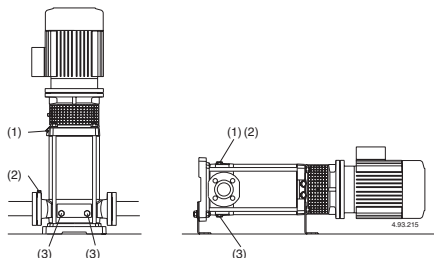

Fig. 4 (1) Llenado y purga
Con la **bomba por encima del nivel de agua** a elevar, (funcionamiento en aspiración, (**Fig. 3A**), o con una carga insuficiente, (inferior a 1 m) para abrir la válvula de retención, llenar el tubo de aspiración y la bomba a través del orificio (1) (**fig. 4**).
(2) Purga aspiración
(3) vaciado
Con el nivel de agua en aspiración por encima de la bomba, (funcionamiento bajo carga, fig. 3B), llenar la bomba abriendo lentamente y completamente la compuerta del tubo de llegada teniendo la compuerta de la impulsión abierta y también los agujeros de purga (1), (2) (fig. 4) para hacer salir el aire.
**Durante el llenado tener abiertos los agujeros de purga (1), (2) solo si el líquido utilizado no es peligroso por su propia naturaleza, por sus temperaturas, o por su presión.**
Cerrar los agujeros de purga (1), (2) (fig. 4), para MXV-B, MXV(L) 25-32-40 und MXV(L)4 25-32-40 Atornillar los tornillos tipo pasador (17.17) del tapón de vaciado (14.12) (fig. 4b), y cerre el orificio de purga (14.04).
Si se verifica una pérdida del cebado, (interrupción en el flujo de impulsión, estando las compuertas abiertas), o si se nota una oscilación de la presión indicada en el manómetro, repetir el purgado del lado aspiración (2) verificar que todas las juntas del tubo de aspiración estén perfectamente herméticas y cerrar el tornillo de cebado (2), y los tornillo de vaciado (3) en el lado de aspiración (fig. 4).
Posiblemente, como el caso de empleos temporales con líquidos sucios, hacer funcionar brevemente la bomba con agua limpia para remover los depósitos. O bien, después del vaciado proseguir con un lavado metiendo agua (al menos 40 litros) en el agujero de llenado (1) lado impulsión y dejándola salir por el agujero de vaciado (3) lado aspiración (**fig.4**).
Antes del desmontaje desconectar el cable de la caja bornes, cerrar las válvulas en aspiración e impulsión y vaciar el cuerpo bomba, (fig. 4)